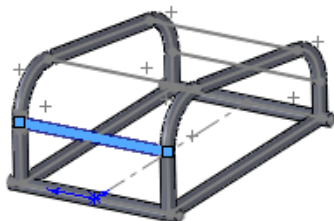

图 16-16 添加第一条矩形管构件
①单击“焊件”工具栏中的“结构构件”按钮,或执行“插入”→“焊件”→“结构构件”菜单命令,弹出“结构构件”属性管理器,选择 ISO 标准,选择“矩形管”,选择“50×30×2.6”大小,在草图区域拾取图 16-16 所示的连接线条,添加矩形管结构构件,单击“确定”按钮.